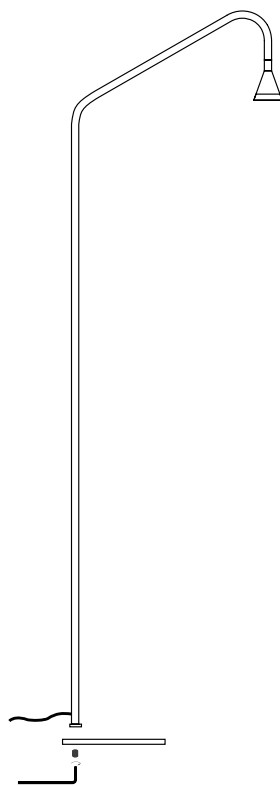

Рис. 2. Установка и подключение светильника
- 3.4. Установите кронштейн на основание светильника, как показано на рис. 2.